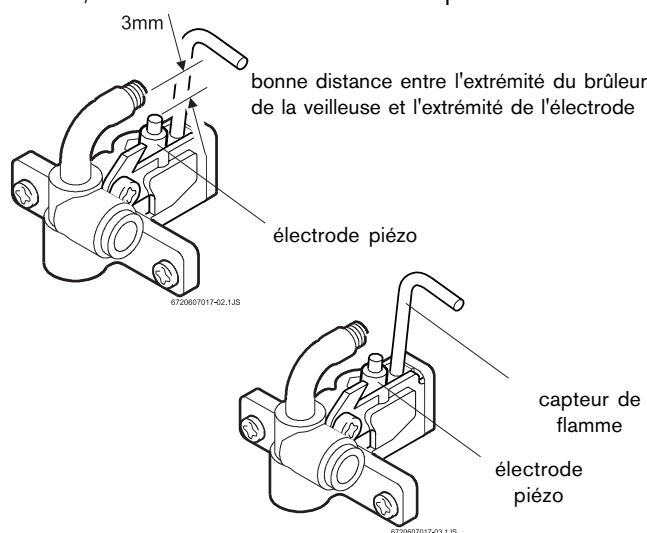

Fig. 12 - Flamme de la veilleuse
Flamme de veilleuse : La veilleuse devrait brûler avec une flamme bleue bien nette et ressembler à l'illustration de la figure 12. Si la flamme est jaune et faible, il se peut que l'orifice du brûleur de la veilleuse doive être nettoyé ou remplacé. La longueur de la flamme de veilleuse devrait être d'environ 5 cm (2 po) et dépasser le capteur de flamme. Si elle est trop courte, elle ne rejoindra pas le capteur de flamme, et les brûleurs ne s'allumeront pas.
1. Il faut vérifier si le capteur de flamme est bien placé. (Voir la fig. 12.)